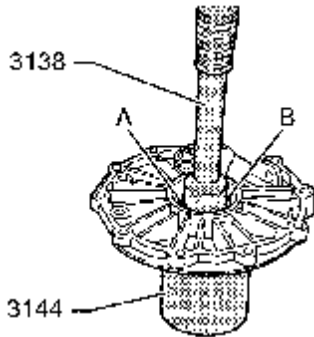

图 9-127 敲出盖板中的圆锥滚柱轴承外圈
(6) 旋出隔片 A 和 B，直至它们插入外圈上侧盖的凹处内，敲出盖板中的圆锥滚柱轴承外圈，如图 9-127 所示。拆卸后应检查调整垫片的损坏程度。